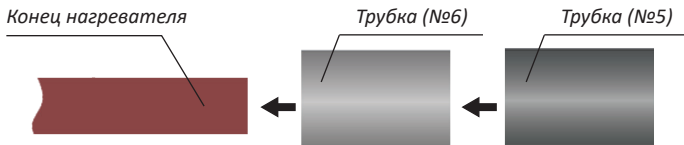

Рисунок 1
6.1. Надвинуть на оболочку нагревательного кабеля трубку холодной усадки (№6) и трубку термоусаживаемую, длиной 200мм (№5) (рис.1).